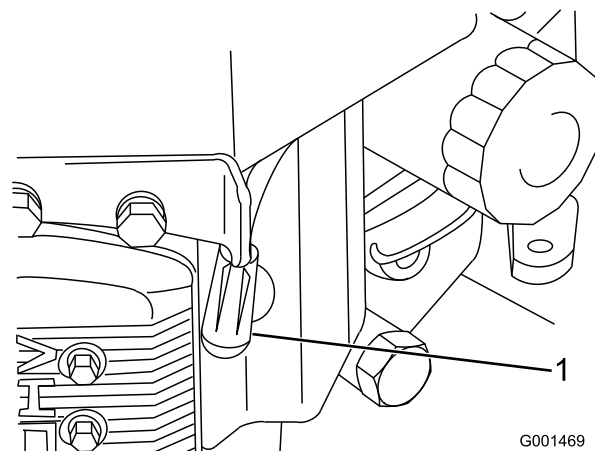

Figure 39
3. Débranchez la bougie (Figure 39).